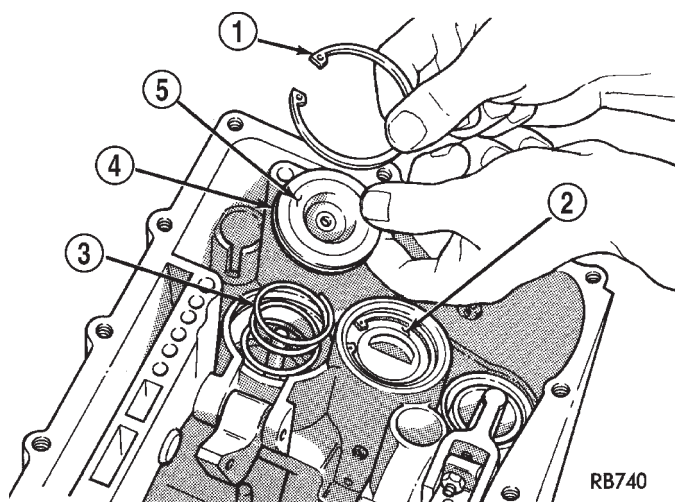

Fig. 66 Guía de la biela de retirada y anillo de muelle
(25) Instale la guía de la varilla del servo de retirada (Fig. 66). Coloque el anillo de muelle en la posición de instalación.